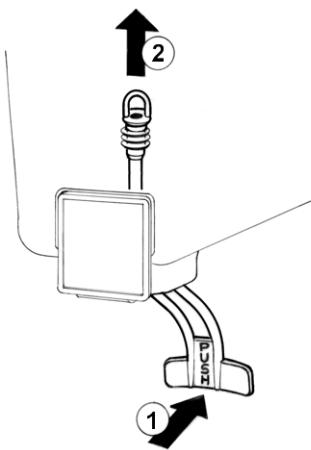

figure 3
- 5 Robinet avec tube en caoutchouc:** pousser (1) le levier de débit robinet et défiler (2) le tuyau robinet de son siège sur le fond du réservoir (voir figure 3).